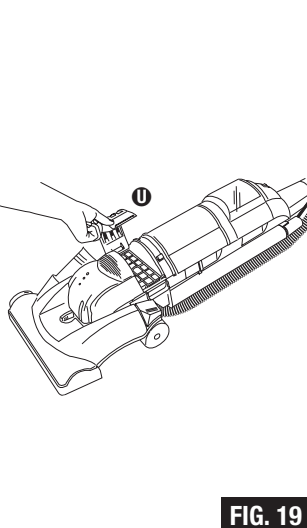

FIG. 19
**Step 1:** Remove the bottom filter cover **1** by grasping the right edge and pivoting to the left (FIG. 19).
**Paso 1:** Quite la tapa del filtro de abajo **1** tomándola del borde derecho y abriéndola hacia la izquierda (FIG. 19).